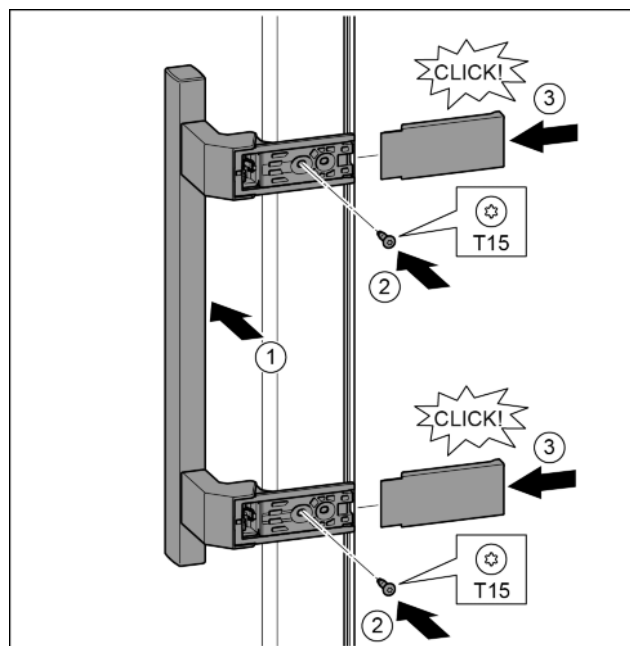

Fig. 39
- ▶ Поставете дръжката от другата страна. Fig. 39 (1)
- ▶ С отвертка T15 затегнете винтовете. Fig. 39 (2)
- ▶ Поставете отстрани капачките и ги нахлузете. Fig. 39 (3)